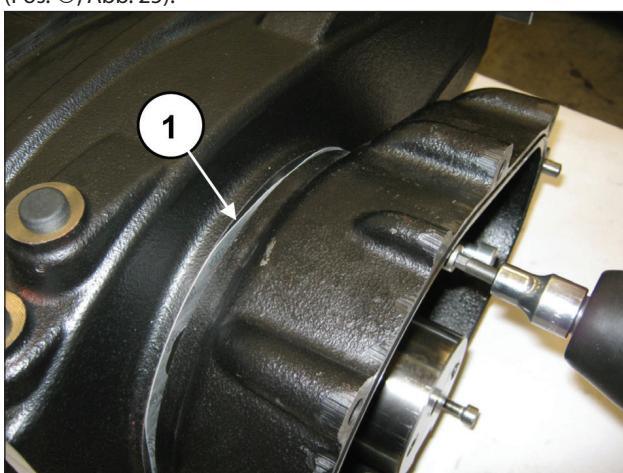

Abb. 24
Drehen Sie schrittweise die 3 Schrauben M8 fest (Pos. ①, Abb. 24), um ein übermäßiges Anwinkeln und das Festsitzen des Gehäuses zu vermeiden.